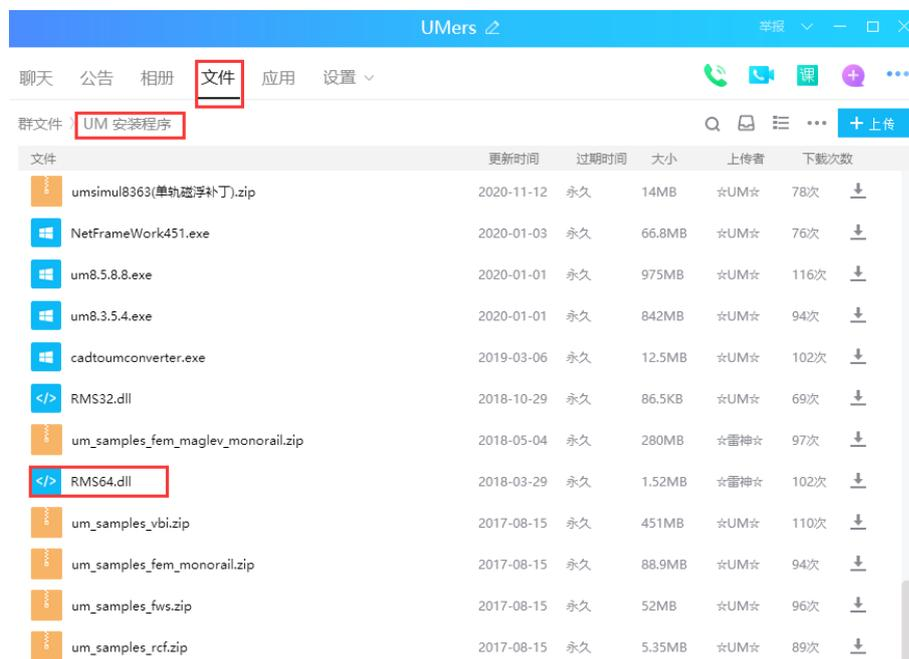

图 002-1 从 QQ 群下载均方根函数
1、找到编译后的均方根统计函数。我们在 QQ 群(262743795 和 528482401)共享文件已上传编译好的均方根统计函数，包含 32 位和 64 位，如图 002-1，请下载与软件版本对应的函数；